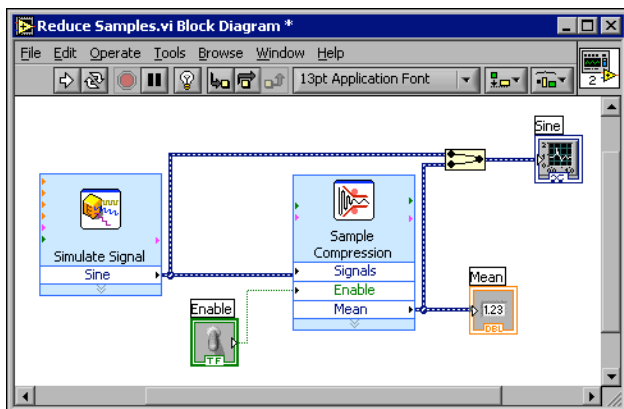

Figura 3-2. Diagrama de bloques para Reduce Samples VI
6. Acomode los objetos en el diagrama de bloques para que se vea similar a lo presentado en la Figura 3-2.